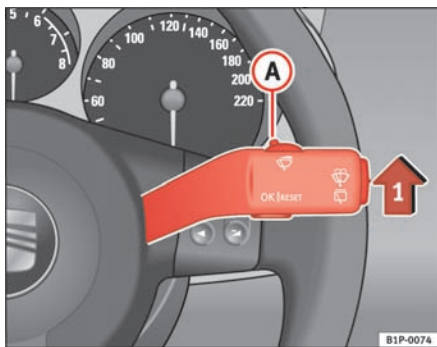

Fig. 64 Betjeningsarm til viskerne
- Tryk betjeningsarmen til viskerne til position ① ⇒ fig. 64.